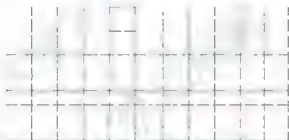

图 2.30 修剪⑥轴线右侧的⑥、⑦轴线
(2) 按 **Enter** 键重复执行 **【修剪】** 命令, 以⑥轴线为边界将⑥、⑦轴线位于⑥轴线右边的部分剪掉, 结果如图 2.30 所示。